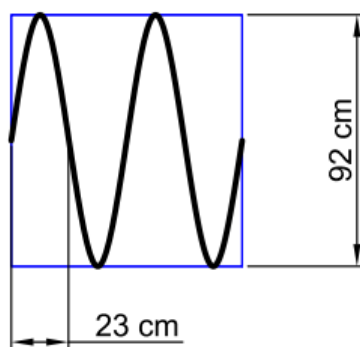

Figura 4. Área de cobertura central
- Na zona central da cobertura, devem ser colocados, no mínimo, 4 cordões por metro, com uma distância máxima de 23 cm entre cordões. Ver figura 4.